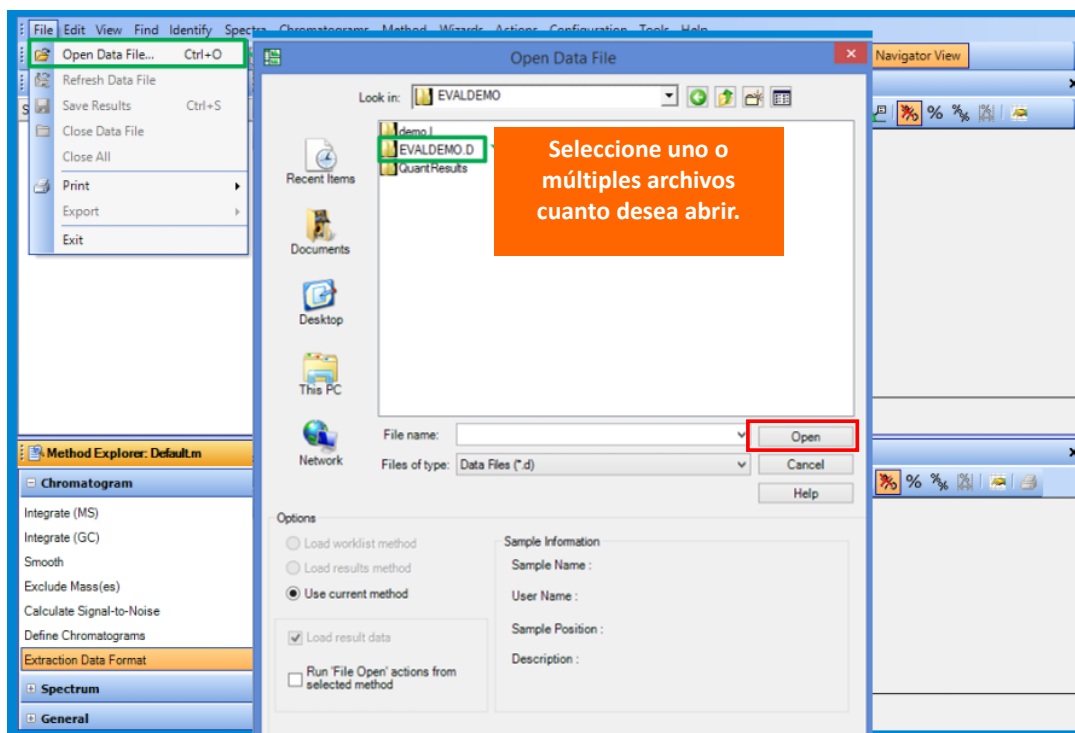

Figura 45. Ruta para abrir los Data File desde el software *Qualitative Analysis*.
8.9.3. Para abrir el archivo vaya al menú **File>Open Data File**, véase **Figura 45**. Seleccione el archivo que desea abrir. La ruta de acceso para los *Data file* generados después de la corrida cromatográfica es D:\MassHunter\GCMS\1\Data. Deshabilite la casilla de **Load Result** data para tener el archivo madre sin que se guarden las modificaciones. Dar **click** en **Open**.